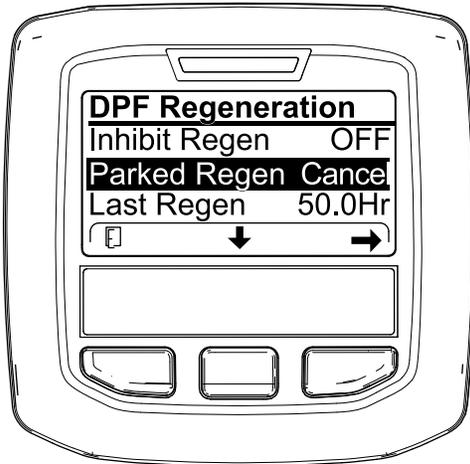

Figure 87
1. Ouvrez le menu Régénération du FAP (Figure 87).
2. Appuyez sur le bouton central pour naviguer jusqu'à l'option PARKED REGEN CANCEL (Figure 87) ou RECOVERY REGEN CANCEL (Figure 88).
3. Appuyez sur le bouton droit pour sélectionner l'option Regen Cancel (Figure 87 ou Figure 88).